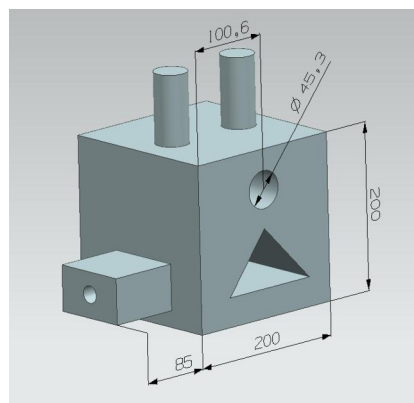

рис.143
- Полное освоение этого приложения требует **отдельного семинара**, поэтому здесь мы только начнем разговор о том, как проставить *размеры* в заданных видах отдельной детали рис.143, 144).